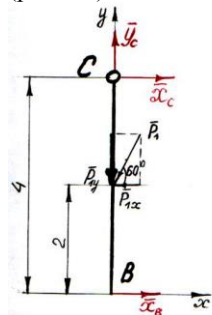

Рис. 45
Далее рассматриваем равновесие правой от шарнира C – CB – части конструкции (рис. 45) – уравнения (46), (47), (48). Подставляем найденную $\bar{X}_c$ ($\bar{X}'_c = -\bar{X}_c$) в уравнение (43) и вычисляем $X_a = X'_c = X_c = 0,5$ кН.